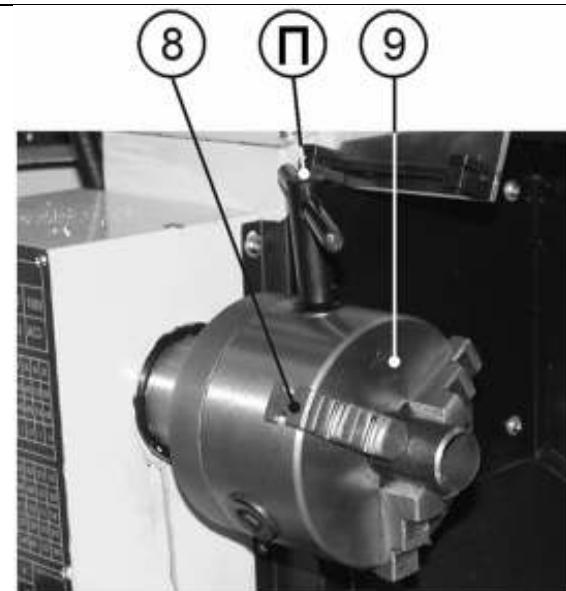

Рис.9
10.1.4. При помощи Т-образного ключа патрона (П) раздвиньте кулачки (8) трёхкулачкового самоцентрирующегося патрона (9), вставьте заготовку и при помощи Т-образного ключа патрона (П) зажмите заготовку в трёхкулачковом самоцентрирующемся патрона (9). Извлеките Т-образный ключ патрона (П) из гнезда трёхкулачкового самоцентрирующегося патрона (9), Рис. 9.
10.1.5. Для замены кулачков (8) вставьте Т-образный ключ (П) в трёхкулачковый самоцентрирующийся патрон (9), вращая Т-образный ключ (П) против часовой стрелки, полностью разожмите кулачки (8) трёхкулачкового самоцентрирующегося патрона (9). После этого кулачки (8) можно извлечь, соблюдая очередность. Для установки кулачков (8) сохраняйте последовательность в обратном порядке, соблюдая очерёдность кулачков (8), Рис. 9.